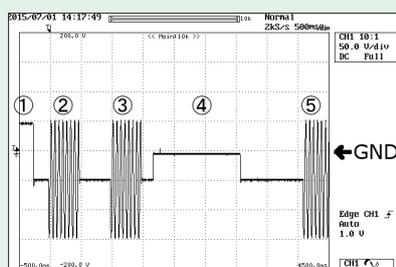
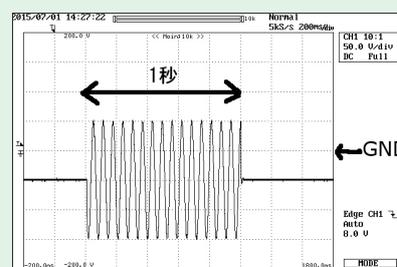

図1: ナンバーディスプレイ機能電話機とEMTA間の信号
図2: 呼出信号の詳細
IP電話サービスに用いられるEMTA(写真1中央)のナンバーディスプレイ機能をオンにして設定し、ナンバーディスプレイ機能を有する電話機と接続して外部からEMTA宛に電話をかけます。この時の2線の電圧を測定したものを図1に示します。Y軸は50V/DivでX軸は0.5秒/Divです。図1で①から②に変化するとき2線の極性反転をEMTAが行います。②③と2回のEMTAから送信される情報受信端末起動信号(CAR)が確認できます。CARは約20Hzの信号で0.5秒送信され、0.5秒休止することがわかります。電圧は±100Vになります。
その後、ナンバーディスプレイ機能のある電話機は直流回路を閉じるので、図1の④の状態になります。このときEMTAから電話機に向かって、1,200bpsのFSK信
号でナンバーディスプレイに表示する相手方の電話番号がEMTAから送信されます。電話番号を受信完了すると電話機は直流回路を断にします。FSK信号の電圧レベルは大変低いので、図1の④では線の太さ以下になります。その後、約1秒後EMTAは呼出信号を電話機に向けて送信します。これが図1の⑤の状態です。
電話機が呼出信号を受けてベル鳴動する前にナンバーディスプレイに相手電話番号が表示されるのは、図1のシーケンスが順番に行われているからです。図1の⑤呼出信号は、CAR信号と電圧・周波数は同じで、違うのは信号送出が1秒、休止が2秒であることです。図2に呼出信号をデジタルオシロスコープで観測したものを示します。Y軸は50V/Divで、X軸は0.2秒/Divになります。信号送出が1秒であることがわかります。